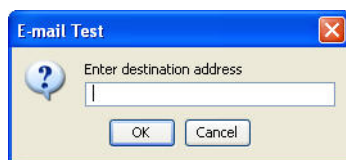

FIG. 139
2. Het testscherm voor e-mail zoals in FIG. 139 wordt weergegeven. Voer een e-mailadres in voor een testbericht en klik op OK om het bericht te verzenden.